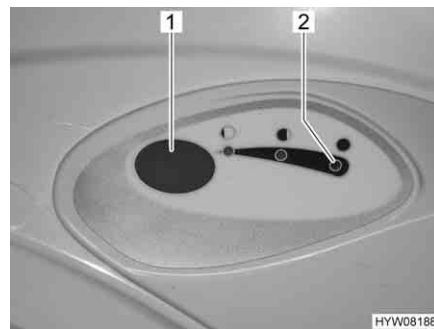

Bild 204 Spülknopf/Kontroll-Leuchte Thetford-Toilette
- Zum Spülen den blauen Spülknopf (Bild 204,1) drücken.
Die Kontroll-Leuchte (Bild 204,2) leuchtet, wenn der Fäkalientank entleert werden muss.